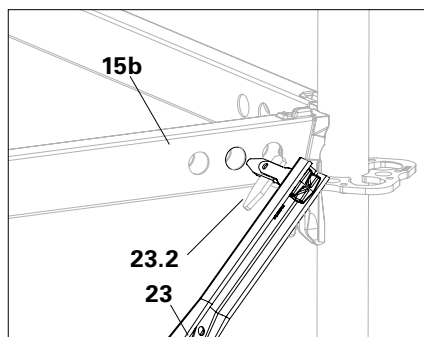

Abb. A4.06c
3. Kippfinger (**23.2**) gerade stellen. (Abb. A4.06c)